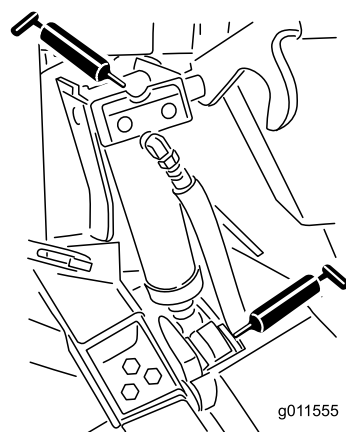

Figura 72
- 4 casquillos de los cilindros de elevación (Figura 72)